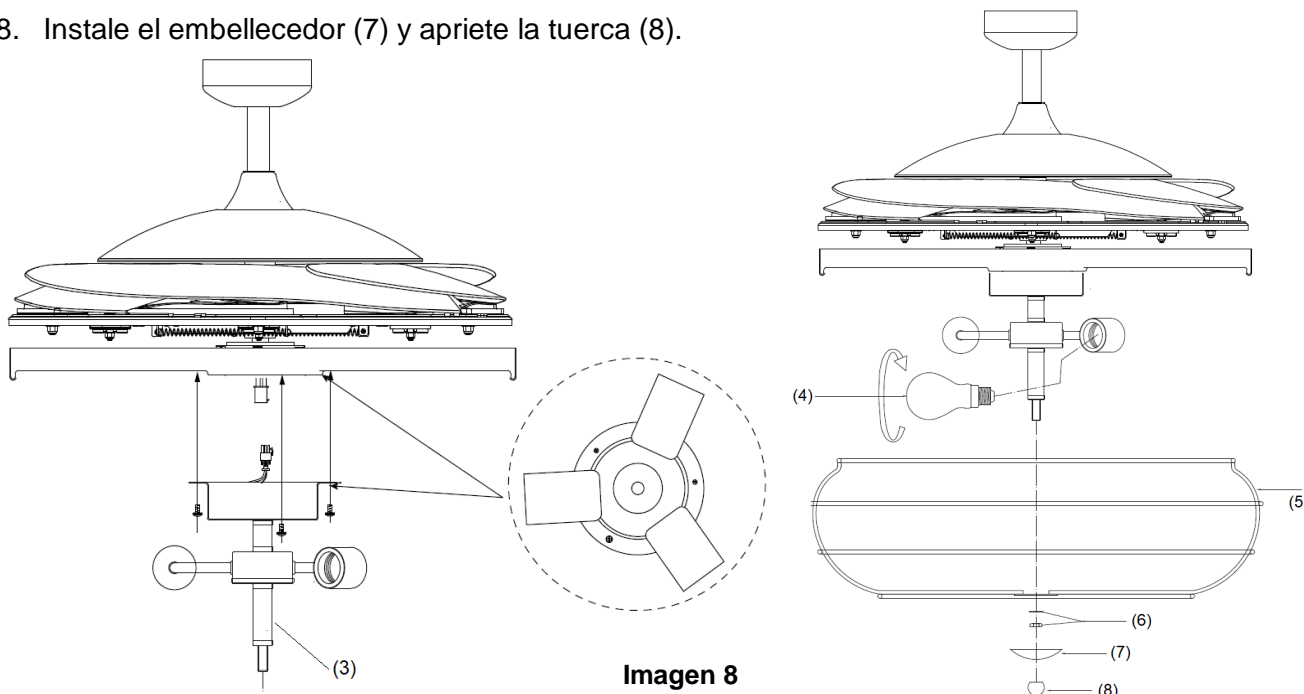

Imagen 8
4. Conecte el conector rápido al portalámparas (3). (Imagen 8)
5. Asegure el portalámparas (3) al soporte del kit de iluminación apretando los 3 tornillos. No apriete en exceso.
6. Instale las bombillas (4) en el portalámparas. No exceda la potencia nominal máxima.
7. Instale la pantalla seguido de la arandela y la tuerca (6). Apriete la tuerca (6).
8. Instale el embellecedor (7) y apriete la tuerca (8).